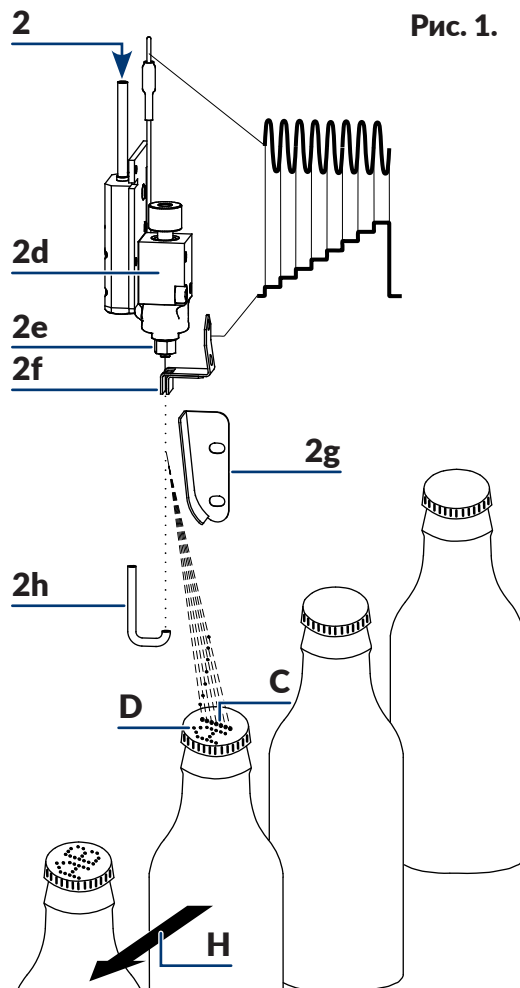
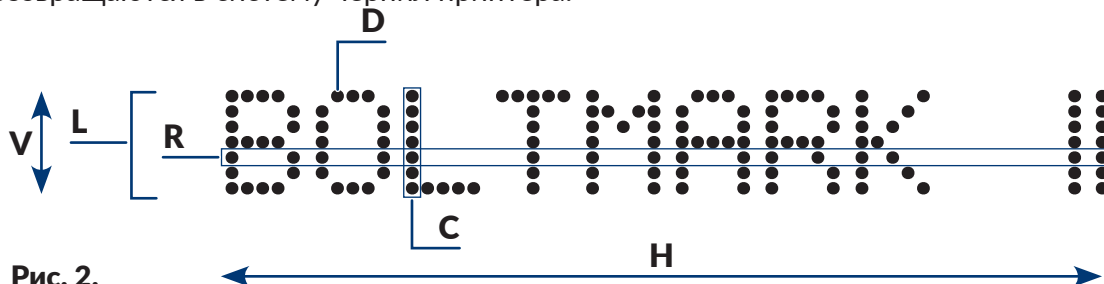

Рис. 1.
Рис. 2.
1. Непрерывный поток чернил поступает из принтера в печатающую головку **2** (см. Рис. 1 и Рис. 8 на странице 33), где разбивается на капли с помощью пушки **2d** и сопла **2e**,
3. Заряженные капли отклоняются в электрическом поле отклоняющего электрода **2g**, образуя на предмете, на который наносится надпись, вертикальный ряд (столбец) **C** точек **D** надписи (см. Рис. 1 и Рис. 2).